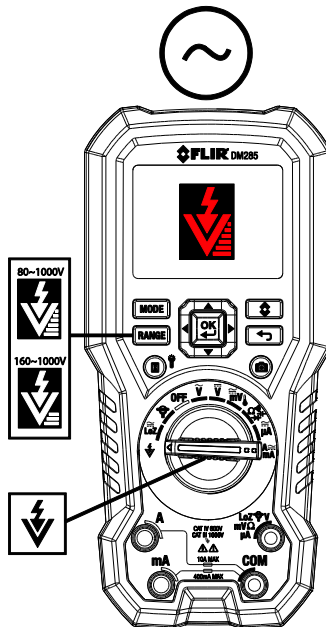

Fig. 9-2 Contactloze Spanningsdetector
1. Zet de functieschakelaar op de NCV  positie. Zie Fig. 9-2.
3. Gebruik de **RANGE** knop om Hoog (80~1000V) of Laag (160~1000V) Sensitiviteitsbereik te kiezen (zie de iconen voor sensitiviteit in Fig. 9-2).